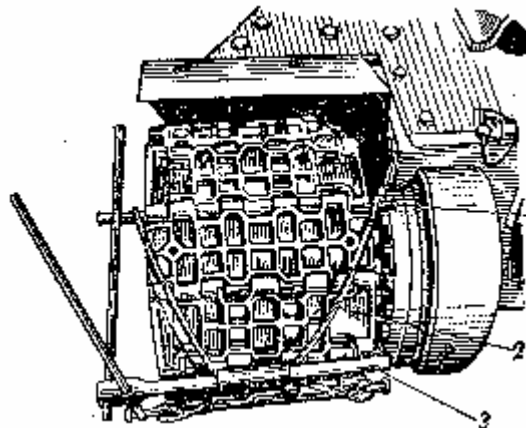

Рис. 131. Соединение гусеницы приспособлением:
7. Ввести гусеницу в зацепление с ведущим колесом. Включить задний ход и провернуть ведущее колесо. Соединить пальцем траки, стягивая их специальным приспособлением (см. ниже «Замена трака или пальца», а также рис. 131).
Замену трака или пальца производят при помощи приспособления для соединения гусеничной ленты (см. рис. 131 и 132), имеющего укороченные пальцы. При замене нужно:
2. Вбить с наружной стороны гусеницы в проушины трака пальцы приспособления 1 (см. рис. 131) так, чтобы они несколько выбили пальцы трака. При этом пальцы приспособления и пальцы трака должны выступать из проушин на величину, достаточную для зацепления с тросом приспособления 2. Пальцы приспособления нужно вбивать в траки, расположенные по обе стороны заменяемого трака.